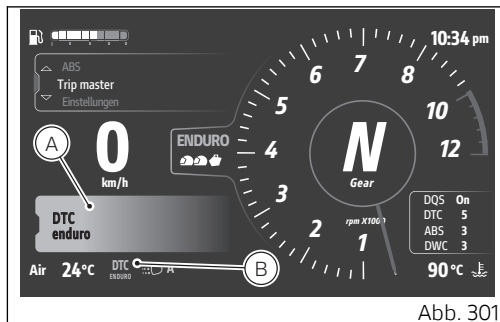
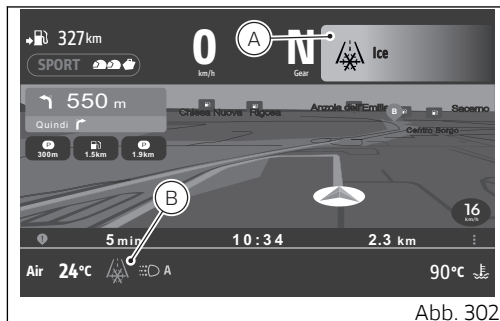

Abb. 301
Abb. 302
Die Warnungen oder aktiven Alarme werden in 2 Formaten angezeigt: groß (A) und klein (B). In diesen Abbildungen werden die jeweiligen Positionen auf der Hauptseite (Abb. 301) und auf der Seite „Ducati Connect“ (Abb. 302) angegeben. In den folgenden Abbildungen sind die Warnungen links in Großformat und rechts im kleinen Format dargestellt.